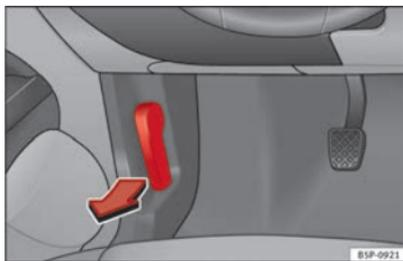

Fig. 157 Détail du plancher du côté du conducteur : levier d'ouverture du capot-moteur
- Tirez sur le levier qui se trouve sous la planche de bord ⇒ fig. 157 dans le sens indiqué par la flèche. Le capot se débloque grâce à l'action du ressort ⇒ .